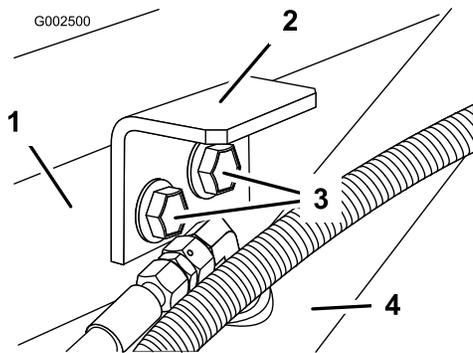

図 15
2. 取り外したボルトナットでアタッチメント固定ブラケットを取り付ける（図 15）。